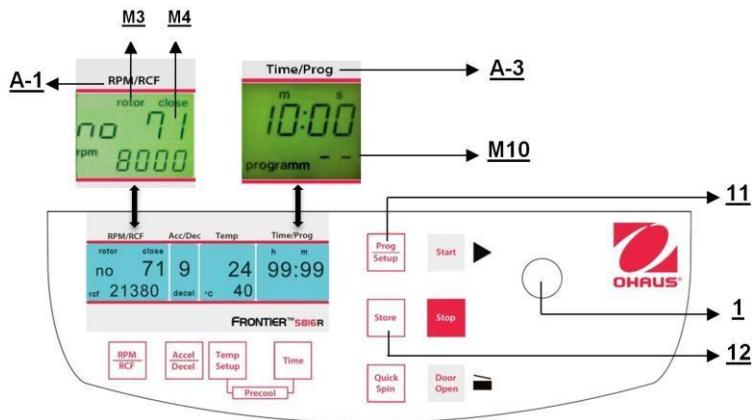

Figura 28
Para recuperar programas almacenados, presione el botón "Prog/Setup" (11) (vea la Figura 28) mientras la tapa está cerrada. En la pantalla "Time/Prog" (A-3) aparece "programm -"(M10). El número de programa deseado puede preseleccionarse con la perilla de ajuste (1).
Para salir del modo de programa, solo presione el botón "Prog/Setup" (11) (vea la Figura 28). Entonces, dentro de la pantalla "Time/Prog" aparece la palabra "programm".